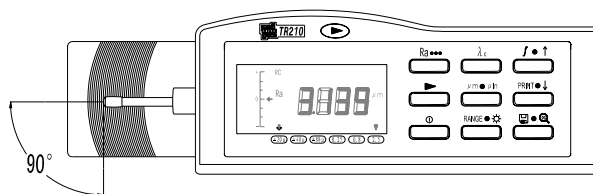

图 2.1-2 测量方向
- 参照图 2.1-2 ,传感器的滑行轨迹必须垂直于工件被测表面的加工纹理方向。